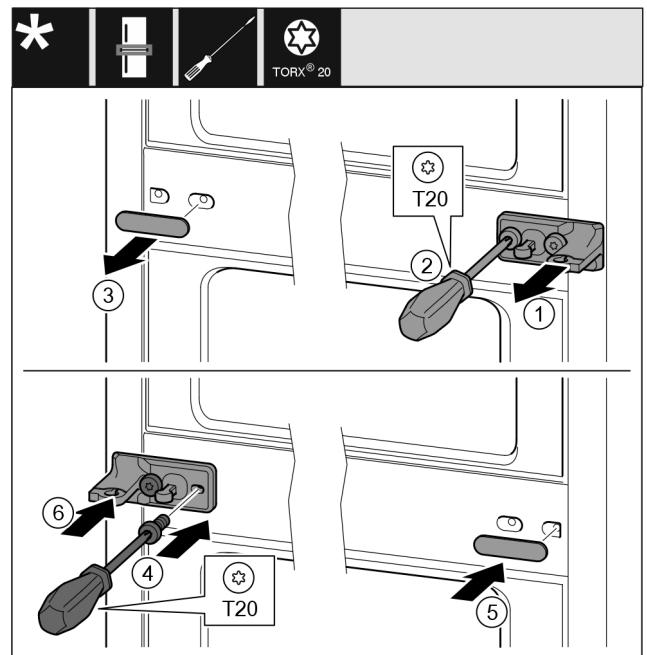

Fig. 11
- ▶ Húzza le a lemezt. Fig. 11 (1)
- ▶ Csavarja ki a csavarokat a T20 csavarhúzóval. Fig. 11 (2)
- ▶ Óvatosan húzza le a fedelet. Fig. 11 (3)
- ▶ Csavarozza fel szilárdan, 180°-kal elfordítva a csapágybakot a fóliával a másik oldalra. Fig. 11 (4)
- ▶ Szerelje fel a fedelet a másik oldalra, 180°-kal elfordítva. Fig. 11 (5)
- ▶ Tolja fel a lemezt előlről. Fig. 11 (6)